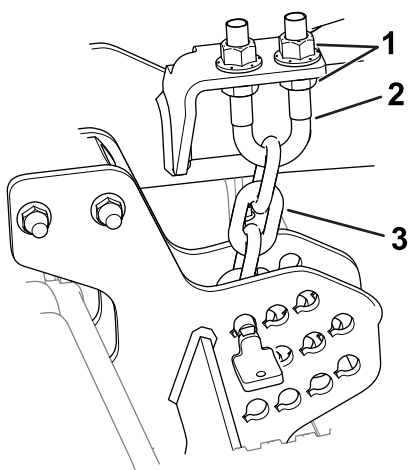

Bild 11
6. Lockern Sie die Klemmmuttern an der Ober- oder Unterseite des U-Bügels an der Schnitthöhenkette (Bild 11).